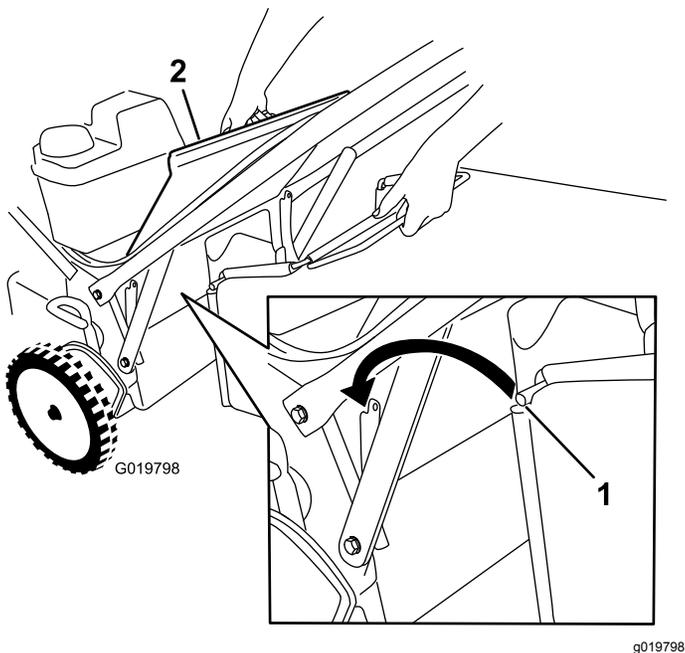

Figura 23
1. Levante y sujete el deflector trasero (Figura 23).
3. Instale la varilla de la bolsa en las muescas de la base del manillar, y mueva la bolsa hacia adelante y hacia atrás para verificar que la varilla está asentada en el fondo de cada muesca; consulte Figura 23.